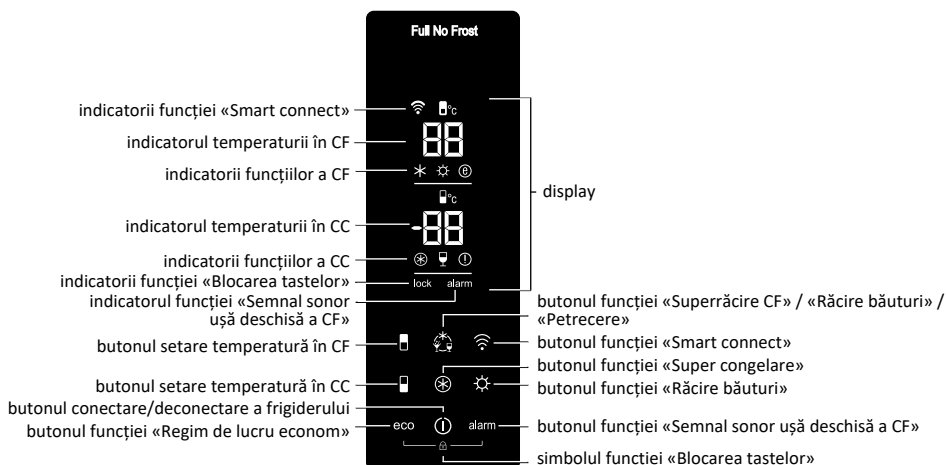

Figura 3 – Panoul de control
1.3 Pe ușa frigiderului se află panoul de control după cum este indicat în figura 3, care vă permite să setați temperatura în compartimente, să porniți/opriți frigiderul, să activați funcții, și care vă furnizează o indicare luminoasă pe display.
2.3 Display-ul arată indicatorii de funcționare a frigiderului (prezentate demonstrativ în figura 3). Indicatorii afișează temperatura selectată și indică activarea funcțiilor.
3.9.1 Pentru a activa funcția, tastați simultan și mențineți apăsat timp de 3 secunde butoanele «eco» și «alarm» (în figura 3, simbolul ☺). Pe display se va aprinde Indicatorul «lock» și toate butoanele unității de comandă vor fi blocate, cu excepția butoanelor «eco» și «alarm», se va auzi un sunet sonor și indicatorul «lock» se va stinge.
3.10.1 Pentru a activa funcția, tastați simultan și mențineți apăsat timp de 3 secunde butoanele «eco» și «alarm» (în figura 3, simbolul ☺). Pe display se va aprinde Indicatorul «lock» și toate butoanele unității de comandă vor fi blocate, cu excepția butoanelor «eco» și «alarm», se va auzi un sunet sonor și indicatorul «lock» se va stinge.